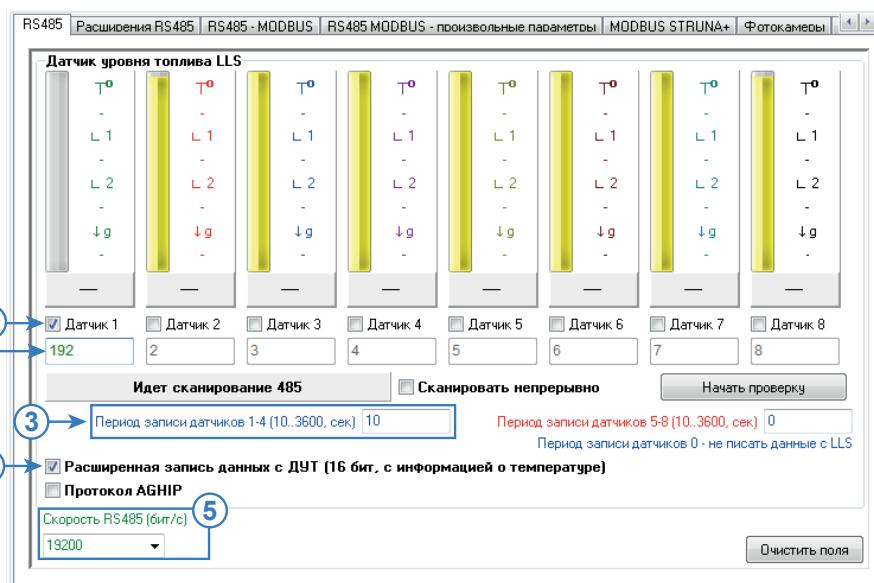

Рис.22. Настройка шины RS-485 контроллера «АвтоГРАФ» для подключения датчиков «ТКАМ» по протоколу LLS.
- включите опцию «Датчик 1» (**Рис.22, п.1**). Данная настройка разрешает контроллеру опрос датчика, адрес которого задан в поле Датчика 1. Также при такой настройке показания этого датчика будут записаны в контроллер, как показания LLS1;
- задайте адрес подключаемого датчика угла наклона в поле Датчика 1 (**Рис.22, п.2**). Т.к.
- в поле «Период записи датчиков 1-4» задайте интервал записи показаний датчика угла наклона в память контроллера (**Рис.22, п.3**). Данная настройка относится к Датчикам 1-4. Если вы настраиваете Датчики 5-8, то период опроса этих датчиков необходимо задавать в поле «Период записи датчиков 5-8». Запись показаний датчиков не осуществляется, если задан нулевой период. Диапазон возможных значений периода записи от 10 до 3600 секунд. Период задается в секундах;
- включите опцию «Расширенная запись данных с ДУТ» (**Рис.22, п.4**). При отключенной опции контроллер не будет получать показания температуры с датчиков угла наклона, передающих данные в протоколе LLS;
- в строке «Скорость RS485 (бит/с)» укажите скорость работы шины RS-485 контроллера (**Рис.22, п.5**). Обратите внимание, что такая же скорость должна быть задана во всех устройствах, подключаемых к контроллеру АвтоГРАФ по шине RS-485, включая датчики угла наклона ТКАМ;